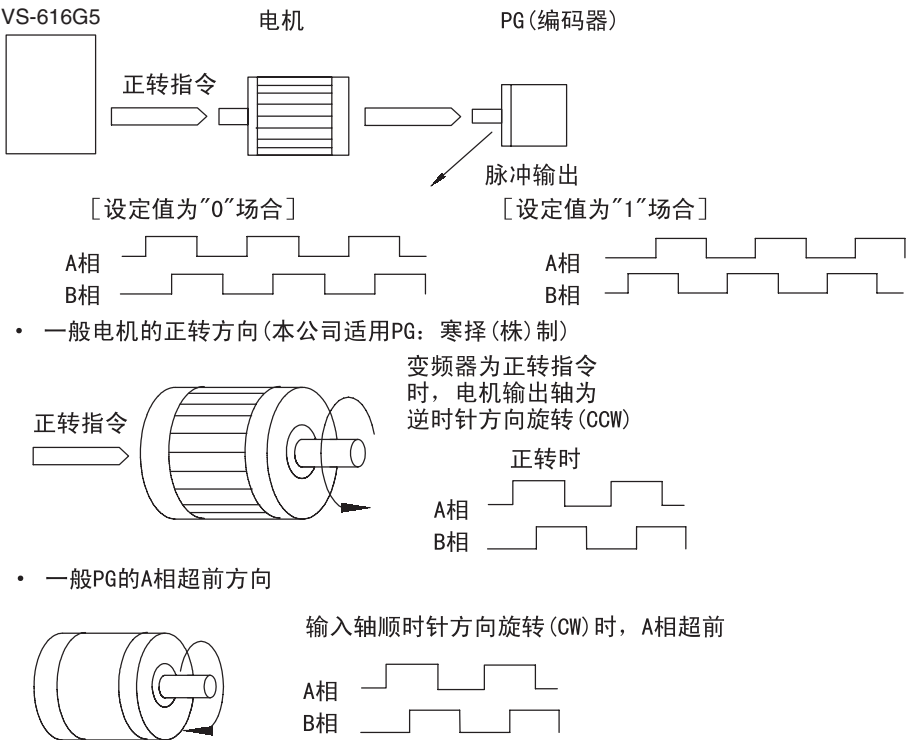

图 6. 12 PG 旋转方向的设定
- 初期励磁功能及零速控制功能，根据 b1-05 [最低输出频率 (E1-09) 未满足的动作选择] 的设定，按图 6. 13 的时序进行动作。